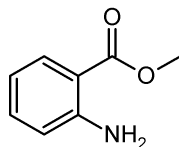

Figure 4.1
L'anthranilate de méthyle (AM) est un pesticide servant de répulsif à oiseaux mais également utilisé en parfumerie et dans l'industrie des arômes (on retrouve cette molécule dans les fleurs d'oranger ou de jasmin...). Sa formule semi-développée est donnée figure 4.1.